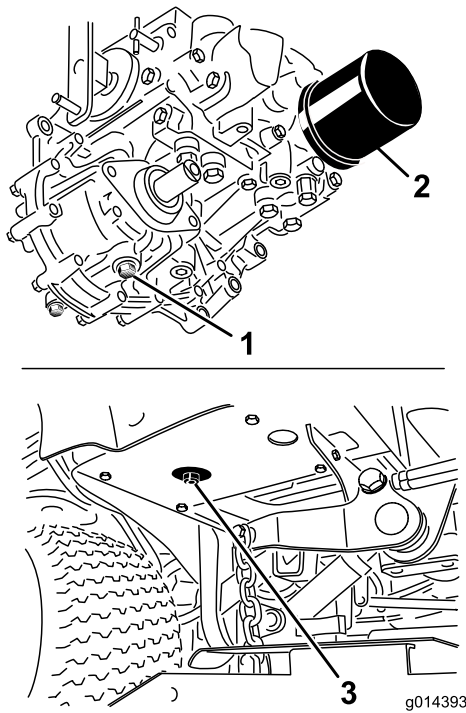

图 52
3. 在液压油箱和变速箱下放一个大放油盘拔出排油塞排出所有液压油 图 52。
4. 清洁液压油过滤器周围的区域然后取下过滤器 图 52。